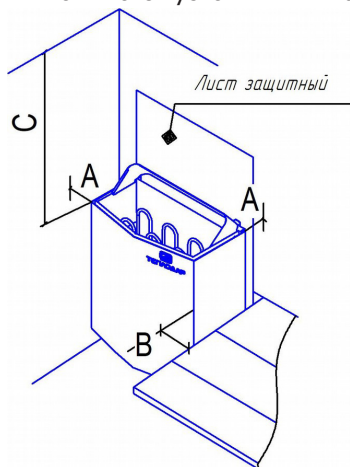

Рисунок 2 - Схема безопасного расположения электрокаменки в парной
- При расположении ЭК выполняются условия минимальных расстояний, изображенных на рисунок 2.